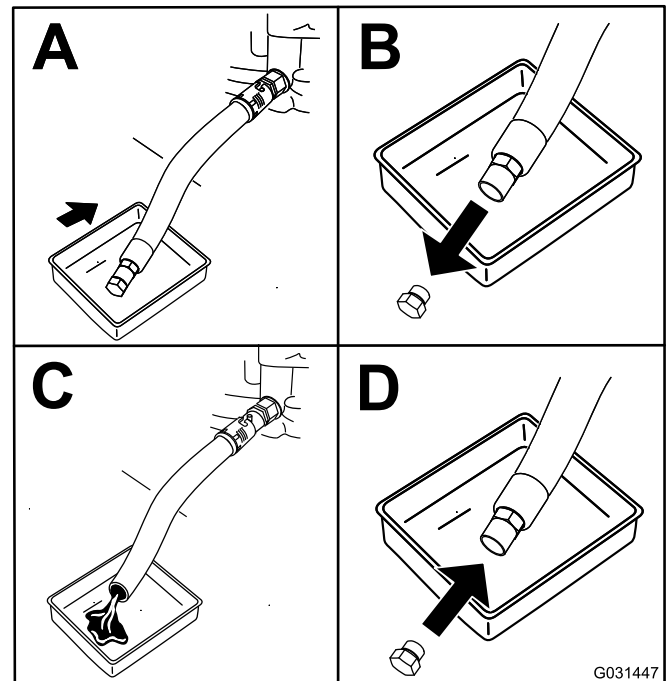

Figure 39
4. Vidangez l'huile moteur, comme montré à la Figure 39.